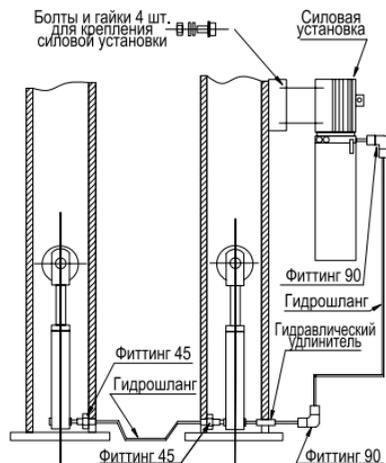

Рисунок 8 – Установка насосной станции и подключение гидролинии
- Подсоедините гидравлические шланги как показано на (рис. 8).